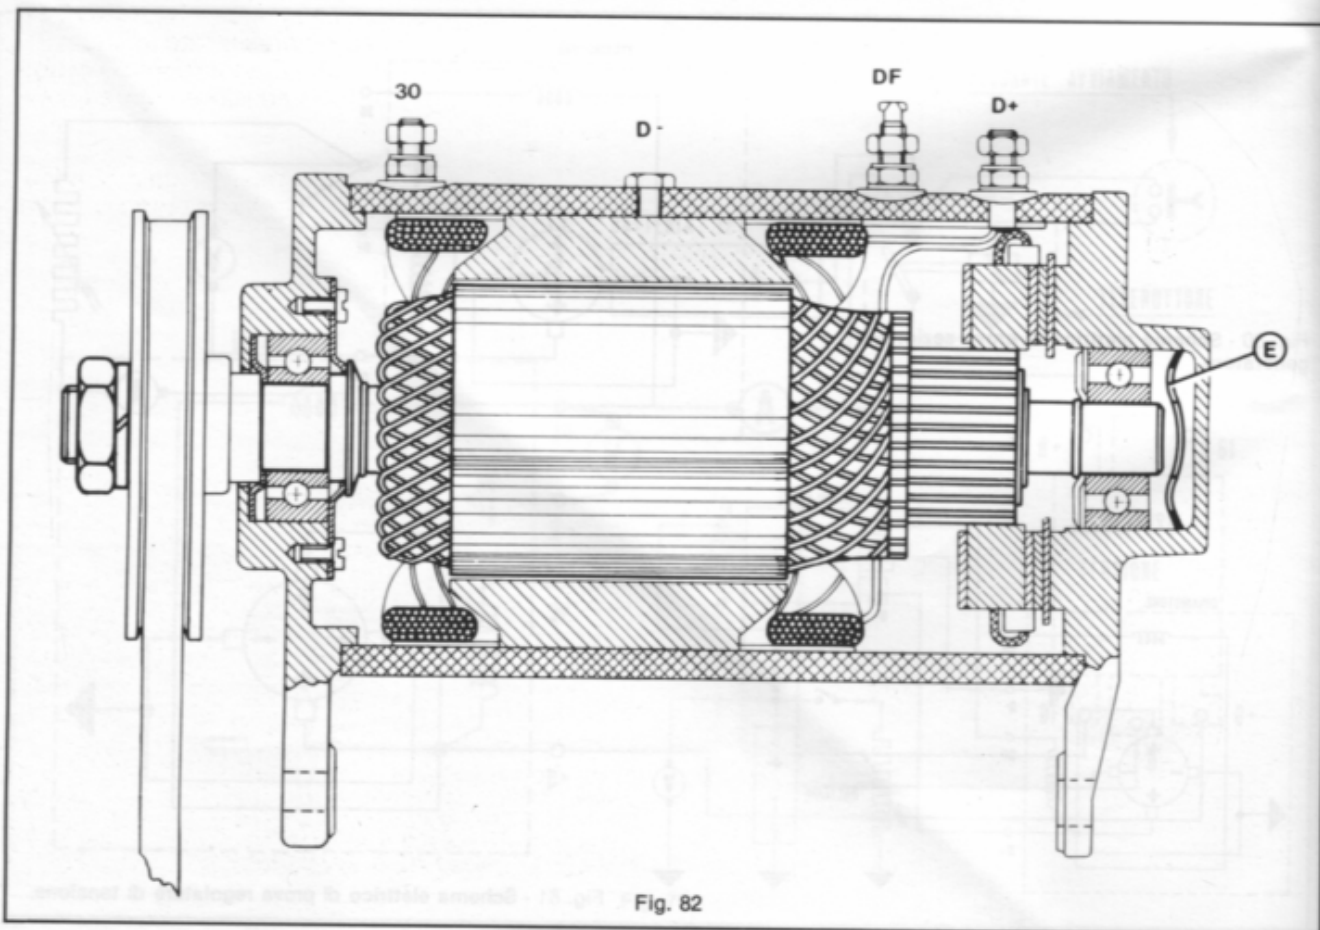

Fig. 82
**Qualora il dinamotore risultasse disseccitato** (impossibilità di generare corrente per mancanza di magnetismo residuo) rieccitarlo come segue: far ruotare il dinamotore a 2000 ÷ 3000g/1' disinserire il regolatore e collegare per 3 ÷ 4 sec. (2 ÷ 3 volte) il morsetto D+ a quello positivo della batteria ed il morsetto DF a massa (fig. 82).
**Indotto:** Togliere le quattro viti «C» e smontare la flangia porta spazzole «D» facendo attenzione alla rondella elastica «E» (fig. 82) che dovrà essere riposizionata all'atto del rimontaggio, quindi, se necessario, con leggeri colpi di mazzuolo, sfilare l'indotto.